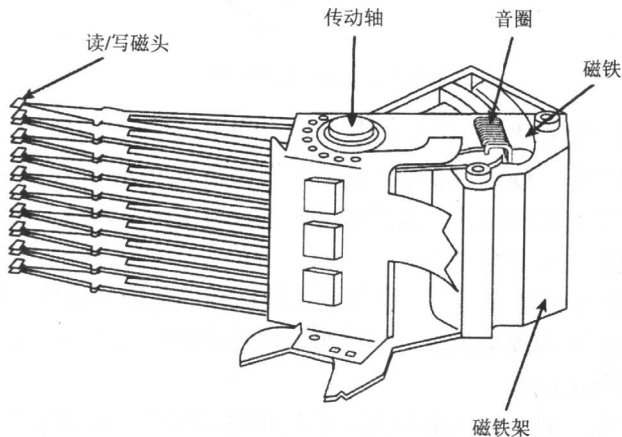

图1-4 浮动磁头组件
1. 浮动磁头组件 由读写磁头、传动手臂、传动轴三部分组成，见图 1-4。读写磁头是硬盘技术中最重要和最关键的部分，实质上它是由集成工艺制成的多个磁头的组合，采用了非接触式头、盘结构，加电后飞行在高速旋转磁盘表面的上空，飞高间隙只有 $0.1 \sim 0.3 \mu\text{m}$ ，可以获得极高的数据传输率。现在转速 5400r/min 的硬盘飞高间隙都低于 $0.3 \mu\text{m}$ ，以利于读取较大的高信噪比信号，提供数据传输存储的可靠性。由于早期硬盘采用的磁感应磁头在读写使用和设计上的局限性，新型大容量的硬盘产品都采用了新型磁阻磁头 (Magneto-Resistive heads —— MR)。